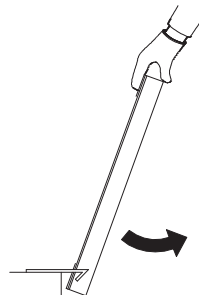

Figura 6
- (3) Sganciare ed estrarre la rete di protezione. (Fare riferimento a **Figura 6**.)